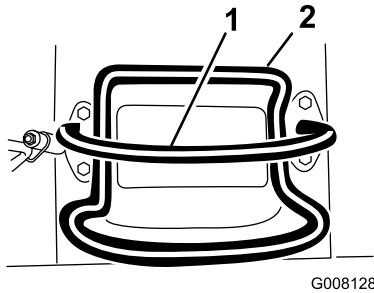

Bild 6
- Lassen Sie zum Anhalten den Fahrtriebshebel los (Bild 6).